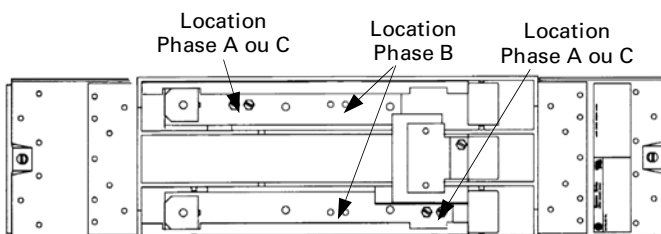

Figure 1. Localisations de la pince de barre omnibus sur le module de disjoncteur.
1. **Équilibrage des phases pour dispositifs deux pôles sur des systèmes trois phases.** Repositionner l'assemblage de la pince de barre omnibus de la phase A ou C à la phase B, comme montré aux Figures 1 et 2. Retirer les vis et l'assemblage de la pince de barre omnibus. Bouger la pince de barre omnibus à la localisation de la phase B. Fixer l'assemblage de la pince de barre omnibus avec les vis serrées à 27–32 lb.-po.